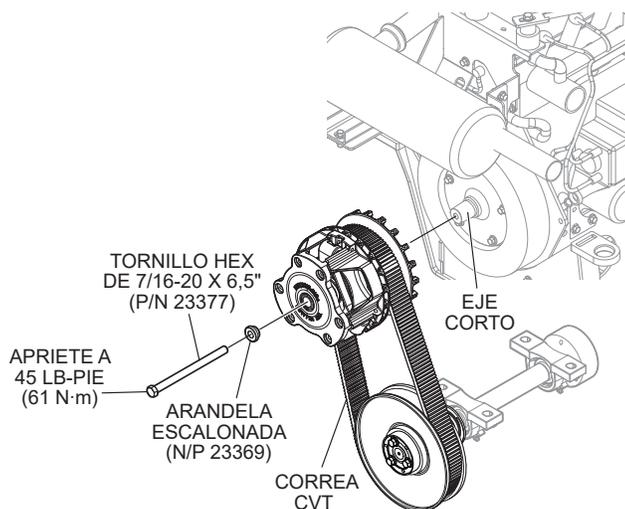

Figura 21. Instalación del conjunto de embrague
4. Aplique imprimador (Loctite 7649, N/P 32441) y después aplique Loctite™ azul N° 242 (N/P 1477) al tornillo de retención el embrague. Vea la Figura 21.